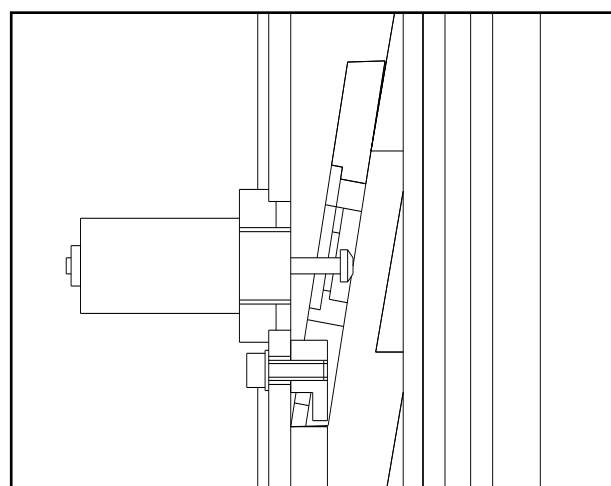

Abb. 28
- ◆ Installieren Sie die Sicherheitsvorrichtungen einschließlich Elektromagnet, automatischem Verriegelungsbrett und Sprungbrett in beiden Säulen. (Abb. 28) Der erste Schritt besteht darin, die Sicherheitsvorrichtungen unter beiden Säulen zu installieren.
- ◆ Montieren Sie die Schraube gemäß **Abb. 28**.